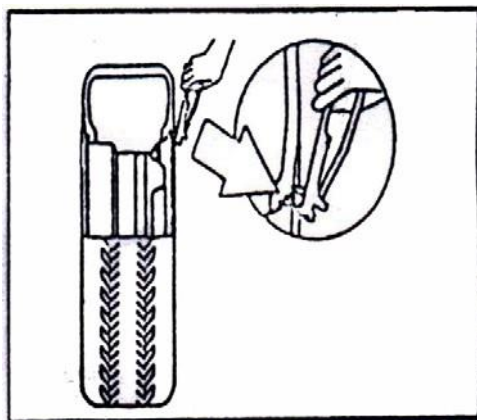

Fig 16
4.1.1 Tag luften helt ud af dækket og træk ventilen ud. Brug det særlige værktøj til at fjerne modvægten på fælgen. (FIG16).